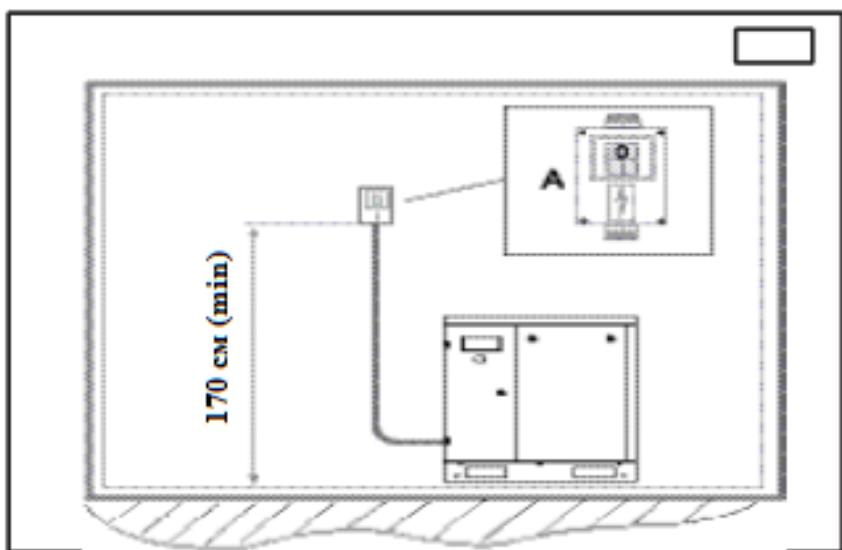

Рис. 7 Расположение автоматического выключателя.
**Примечание:** Между силовым шкафом и компрессором на высоте не менее 170 см должен быть установлен автоматический выключатель с предохранителем (рис. 7).